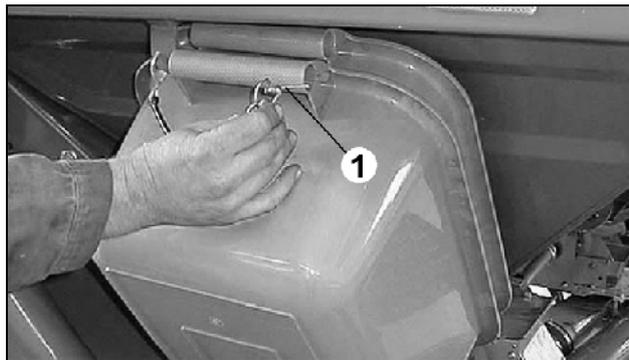

Fig. 81
Los recipientes de colección están ubicados en un soporte y están asegurados con un pasador clavija (Fig. 81/1).
- Fijar el recipiente de colección (Fig. 81) en el soporte y asegurar con un pasador clavija